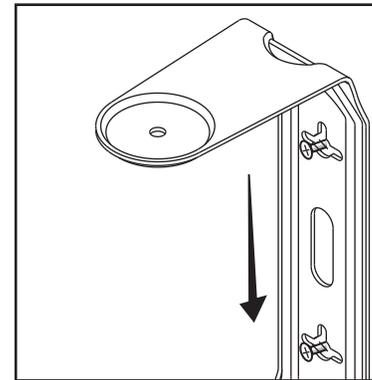

FIGURE 14
13. Once the speaker is mounted, the bracket knobs can be loosened to "aim" the speaker, and then hand-tightened to keep the speaker angled correctly [figure 14].
13. Une fois l'enceinte installée, les boutons du support peuvent être desserrés pour orienter l'enceinte puis resserrés à main pour garder l'enceinte correctement et solidement orientée [figure 14].
Attach and remove the speaker from the permanently secured bracket by tightening and loosening the bracket knobs [as shown in figure 14].
Pour une installation plus solide, visiez le support directement dans un montant portant du mur. Enfoncez les vis solidement à travers a partie rétrécie des fentes en trou de serrure et dans le montant. Ne laissez pas les têtes de vis dépasser. Montez ou dégagez l'enceinte en serrant ou desserrant les boutons du support [figure 14].